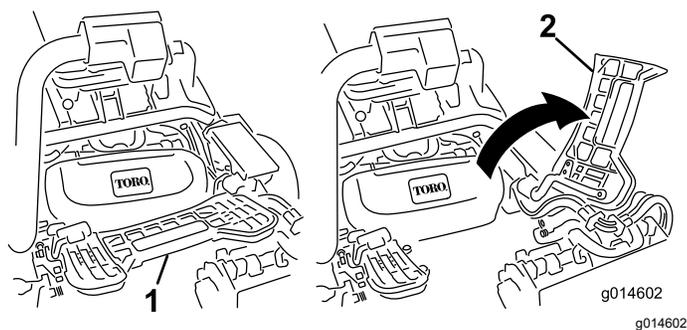

図 52
2. フットレストを跳ね上げて開き、中央カッティングユニット取り付け位置へのアクセスを確保する 図 52。